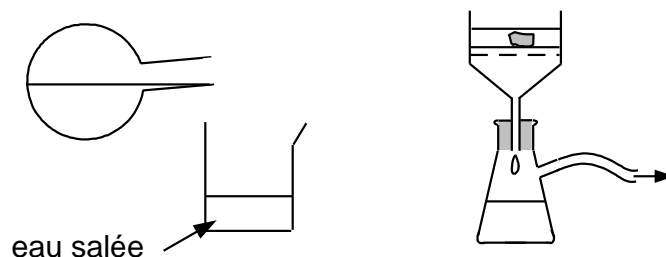

Figure 3. Étapes 3 et 4 du protocole de synthèse d'un savon
2.1.2 Après le chauffage, on réalise les deux étapes suivantes décrites sur la figure 3 ci-dessous :